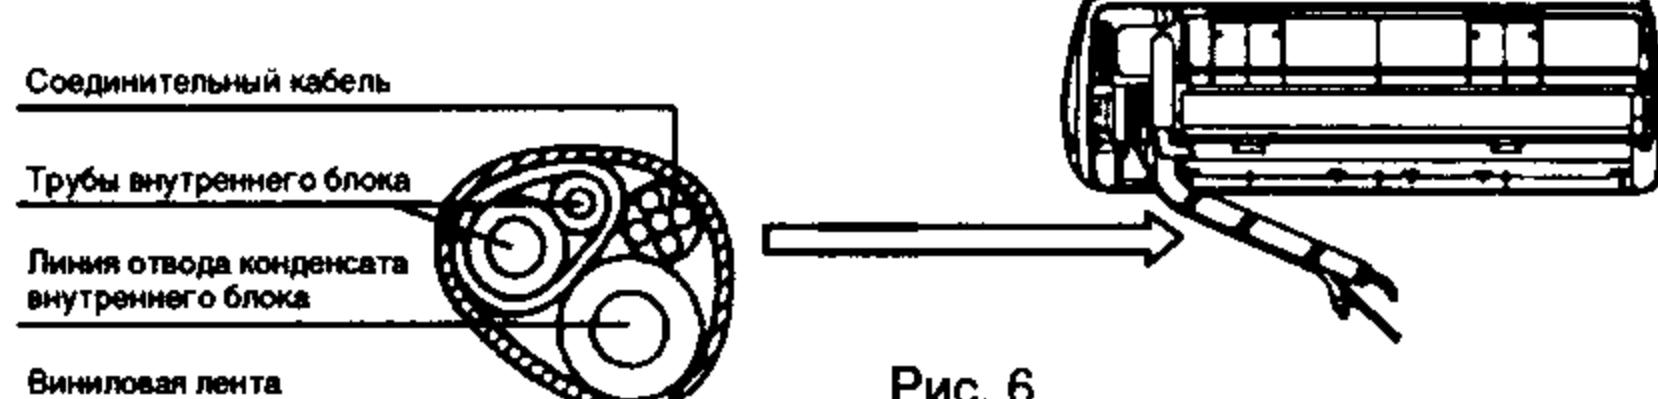

Рис. 6
1. Трубы внутреннего блока, линия отвода конденсата и кабель обертываются вместе с помощью виниловой ленты (рис. 6).